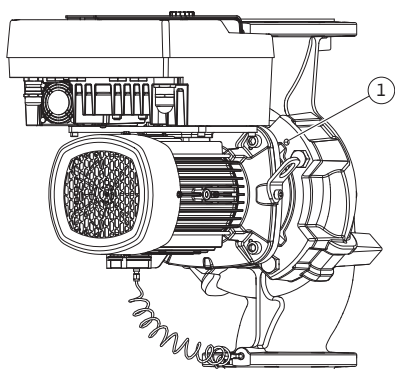

Fig. 98: Éjection du kit embrochable par les trous taraudés
12. Pour le type de pompe (Fig. III), desserrer les vis Pos. 29. Utiliser les deux trous taraudés adjacents (Fig. 98, pos. 1) ainsi que les vis appropriées fournies par le client (p. ex. M10 x 25 mm). Éjecter le kit embrochable du corps de pompe.